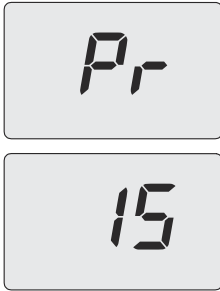

Рисунок 5.25
- Прокручіть різні параметри за допомогою кнопок 15 або 16, доки на РК-дисплеї не з'являться літери Pr, що чергуються з номером параметра 15, вказуючи на вхід в «параметр 15» (Рисунок 5.25).